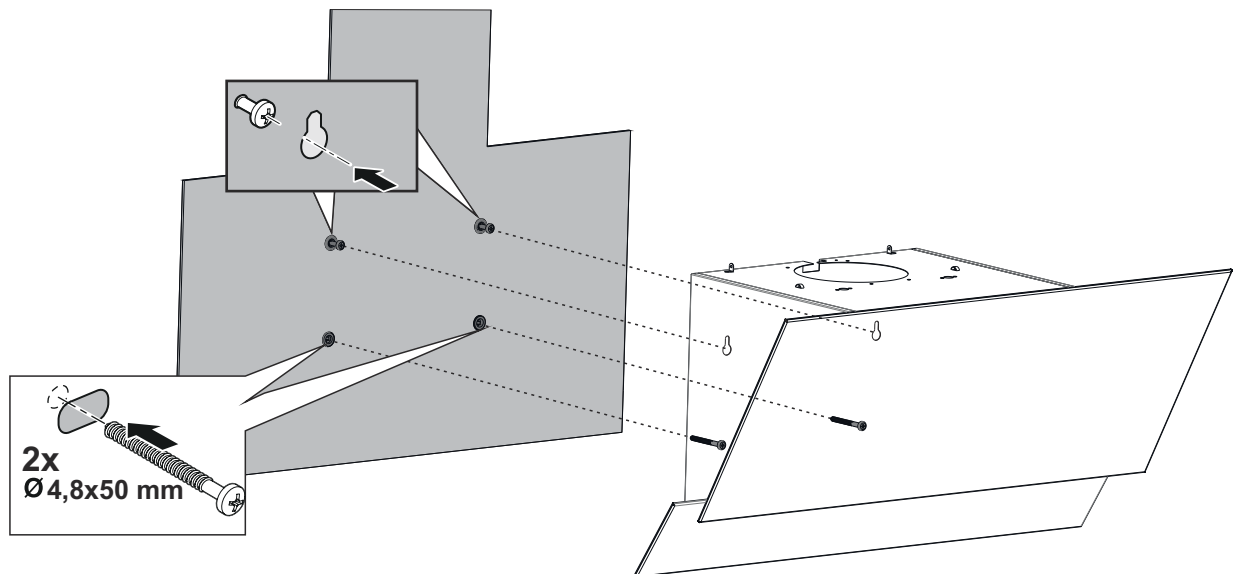

Fig. 12
1. ➤ 1. Løft produktet op til skruerne, som du skruede på væggen før, og spænd skruerne (Fig. 12).
2. ➤ 2. Fastgør produktet til væggen med to 4,8x50 skruer, som sidder inde i selve emhætten (Fig. 12).